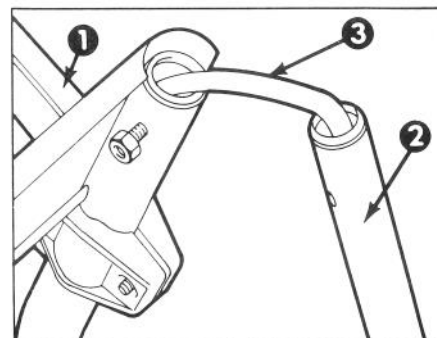

Figure 1
1. Posez la déneigeuse debout à la verticale et placez le manche supérieur en position inversée en préparation pour l'assemblage du manche (Fig. 1). **INSPECTEZ LE CORDON D'ALIMENTATION. S'IL Y A DOMMAGE, N'ASSEMBLEZ PAS VOTRE TORO, CONTACTEZ LE MARCHAND.**
REMARQUE: Ayez soin de ne pas endommager le cordon électrique (Fig. 1).